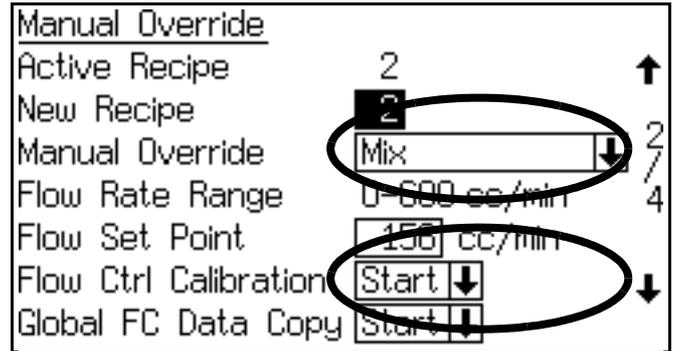

FIG. 97. Écran de commande manuelle
4. Allez à l'**Écran de Commande manuelle** (voir FIG. 97). Mettre Commande manuelle sur Mélange et Étalonnage de la régulation du débit sur Démarrage.